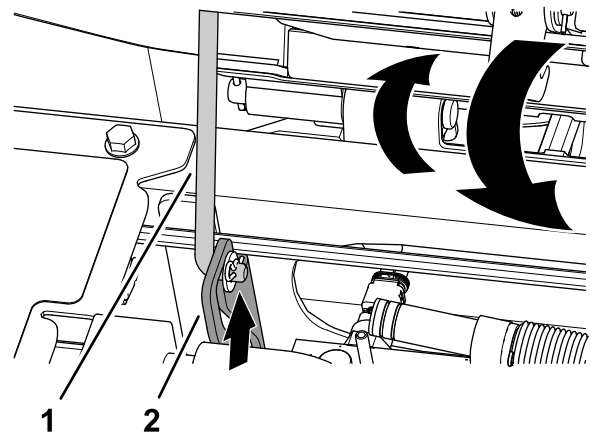

Figure 65
1. Faites pivoter le siège légèrement et sortez la béquille du cran dans la fente de blocage du support du siège (Figure 65).